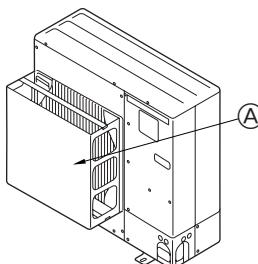

Fig. 2-4
- ② Installeer een optionele luchtgeleider als het apparaat wordt geïnstalleerd op een plaats waar krachtige windstoten bij storm etc. rechtstreeks de luchtauitlaat kunnen binnendringen. (Fig. 2-4)
- ③ Maak gebruik van de optionele luchtgeleiders voor een opwaartse luchtstroom.